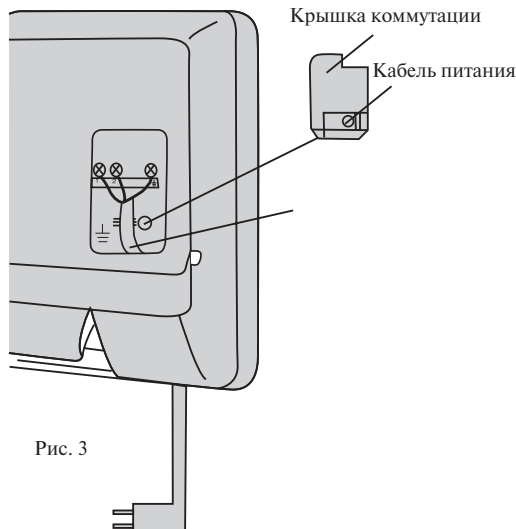

Рис. 3
4. Подключите синий провод кабеля питания к клемме "N(1)", красный - к клемме "2", коричневый - к клемме "3" и желто-зеленый (провод заземления) - к клемме, как показано на рис. 3.